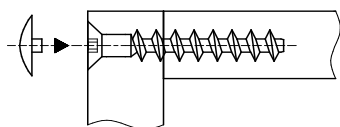

Рис.3
3. Закрепить стенки поз.5 к стенке задней поз.4 евровинтами поз. 008 (рис.3) 4.